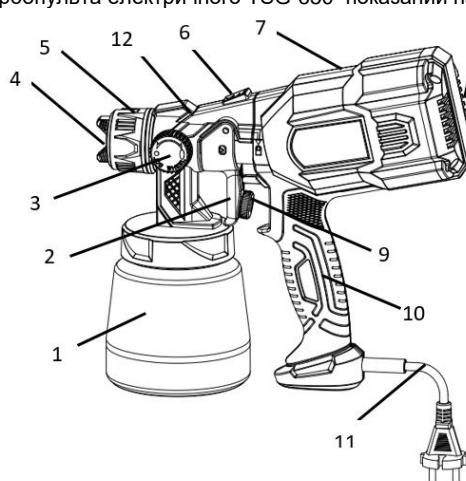

Рисунок 1
- перевірити стан повітряного фільтру під кришкою (8, рис.1) і за необхідності замінити, з'єднати усі частини виробу;
4.2 Виберіть необхідний режим роботи виробу за допомогою регулятора форми струменя (3) та регулятора обертів (9) (див. рисунок 1). Увімкнення під'єднаного до електромережі виробу відбувається курковою клавішою вимикача, при натисканні якої, вмикається двигун з крильчаткою та розпилює матеріал на поверхні.